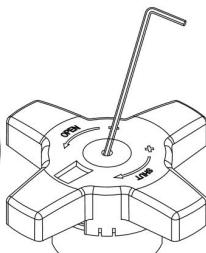

рис.5
- Затяните внутренний шток клапана по часовой стрелке шестигранным ключом (см. рис.5).